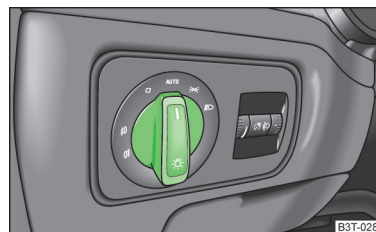

Fig. 50
Dacă comutatorul de lumini se află în poziția **AUTO** » fig. 50, lumina de poziție și lumina de întâlnire, precum și lămpile numărului de înmatriculare se activează / dezactivează automat.
- ✓ Comutatorul de lumini se află în poziția **AUTO** » fig. 50.
- ✓ Comutatorul de lumini se află în poziția **AUTO** » fig. 50 la pagina 69.